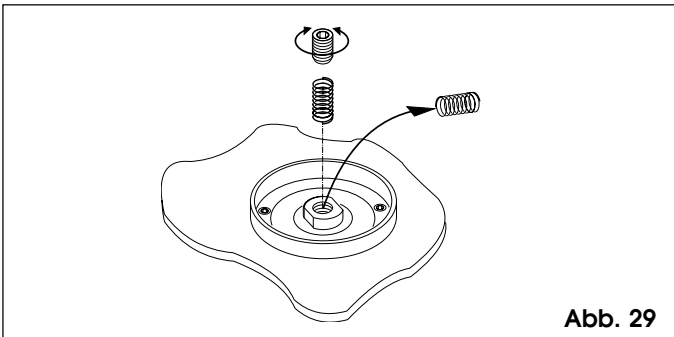

Abb. 29
- ➔ Der Operator wird serienmäßig mit einer Einstellfeder der Kupplung für Tore mit einem Gewicht bis zu 1000 Kg geliefert. Für Tore mit höherem Gewicht ist der Einsatz einer anderen, ebenfalls um Lieferumfang enthaltenen Feder erforderlich. Hinsichtlich des Austauschs der Feder ist auf die in Abb.29 dargestell-